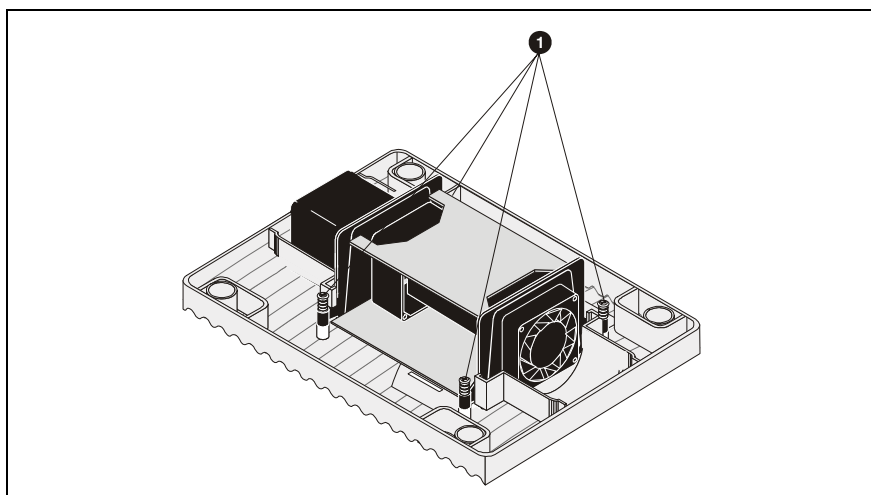

Рис. 5.2: Поворот лицевой панели прибора TITANUS MICRO·SENS®
- ❶ Открутите 4 винта (см. рис. 5.2).
- ❷ Поверните лицевую панель и снова зафиксируйте ее 4 винтами.